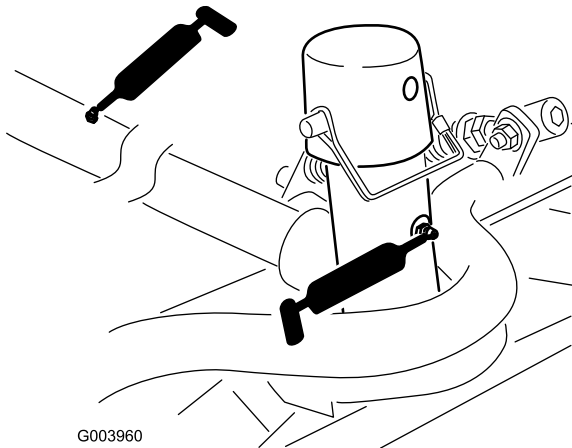

Bild 52
- Mähwerkträgerrahmen und Drehzapfen (2 Stück) (Bild 52)